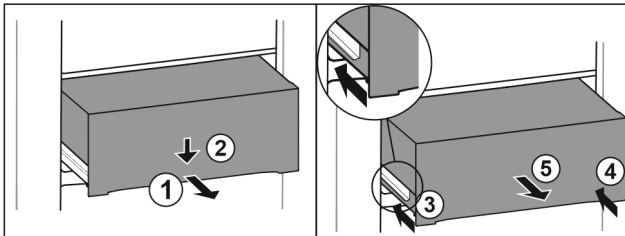

Fig. 167
- ▶ Schubfach halb herausziehen. *Fig. 167 (1)*
- ▶ Schubfach an der Vorderseite nach unten drücken. *Fig. 167 (2)*
- ▶ Linke Schiene etwa 2 cm einschieben. *Fig. 167 (3)*
- ▶ Rechte Schiene etwa 2 cm einschieben. *Fig. 167 (4)*
- ▶ Schubfach nach vorne entnehmen. *Fig. 167 (5)*